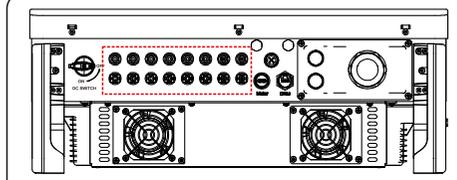

Figura 5.22 Conecte los conectores de CC al inversor
6. Conecte el conector de CC con el inversor hasta que oiga un ligero chasquido que indique que la conexión se ha realizado correctamente. (véase la figura 5.22)